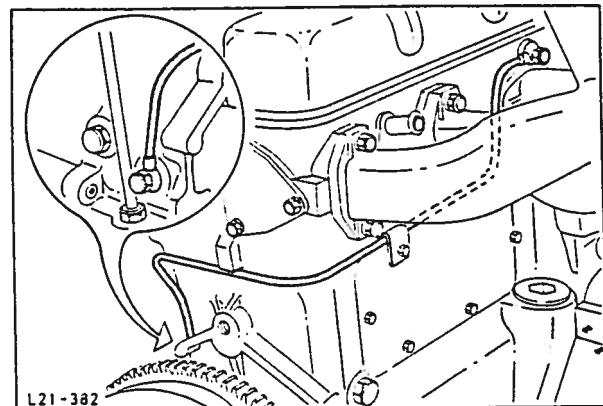

Fig. 83 Montering av vippearmakselens oljetilførselsrør.
61. Monter vippearmakselens oljetilførselsrør til motorblokk, topplakk og støtte, fig. 83.